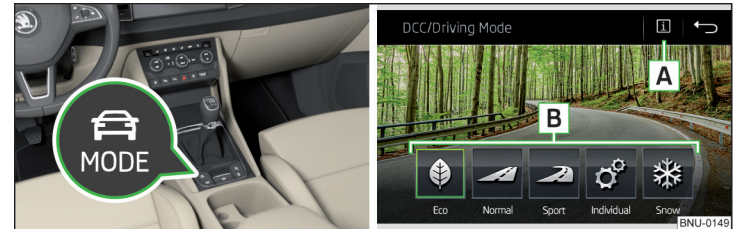

Abb. 281 **Taste für die Auswahl des Fahrmodus / Anzeige im Infotainmentbildschirm**
➤ Die Taste  » Abb. 281 drücken.
Im Infotainmentbildschirm werden die folgenden Funktionsflächen angezeigt » Abb. 281.
- ▶ Durch Antippen der entsprechenden Funktionsfläche im Infotainmentbildschirm » Abb. 281.